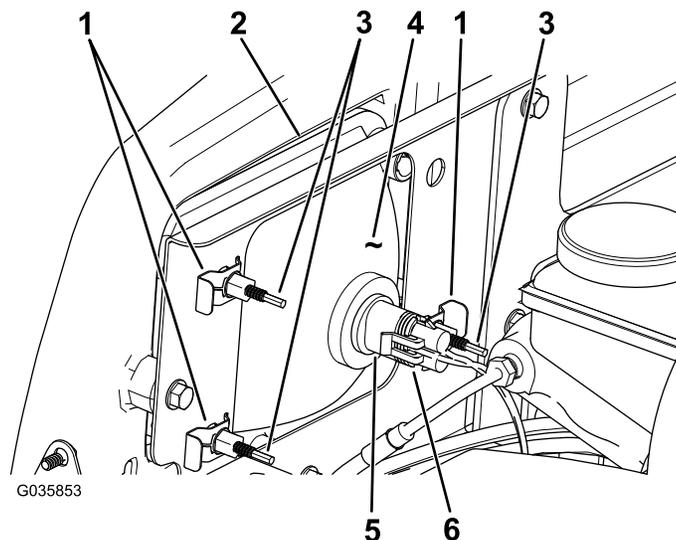

Рисунок 41
4. Снимите скобы под саморез, которые крепят фару к кронштейну фары (Рисунок 41).
5. Снимите фару в сборе, подавая ее вперед сквозь отверстие в переднем бампере (Рисунок 41).
6. Вставьте новую лампу через отверстие в бампере (Рисунок 41).
8. Подсоедините электрический соединитель жгута к соединителю лампы в сборе (Рисунок 41).
3. Отсоедините электрический соединитель жгута проводов от соединителя лампы в сборе (Рисунок 41).
2. В задней части узла передней фары поверните регулировочные винты (Рисунок 41), чтобы повернуть фару и изменить положение луча.